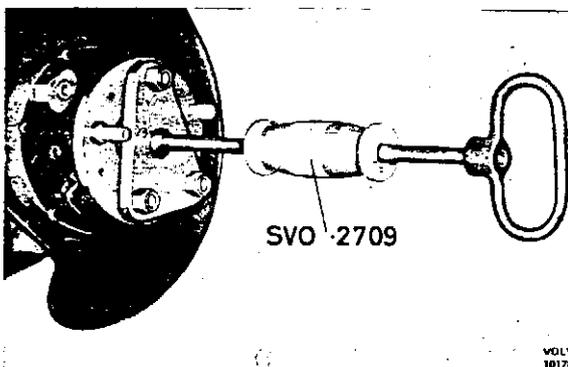

Abb. 20. Ausbau der Hinterachswelle
4. Befestigungsschrauben für Bremsträger und -halter durch Löcher im Hinterachswellenflansch lösen. Bremsträger abdrücken, so daß die Aufhängung für das Handbremsseil am Hinterachsrohrflansch passieren kann. Hinterachswelle mit der Abziehvorrchtung SVO 2709 herausziehen (Abb. 20).
3. Verschraubungen der Druckscheibe durch die Löcher im Hinterachswellenflansch lösen. Hinterachswelle mit der Abziehvorrichtung SVO 2709 herausziehen (Abb. 20).
Befestigungsschrauben für Bremsträger und -halter durch die Löcher in den Hinterachswellenbranschen lösen. Hinterachswellen mit der Abziehvorrichtung SVO 2709 herausziehen (siehe Abb. 20).